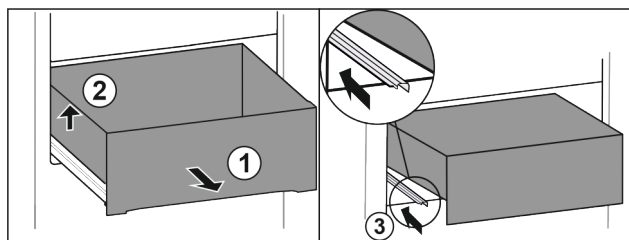

Fig. 96
- ▶ Вытяните выдвижной ящик до упора. Fig. 96 (1)
- ▶ Приподнимите выдвижной ящик слева. Fig. 96 (2)
- ▶ Вставьте левую направляющую. Fig. 96 (3)